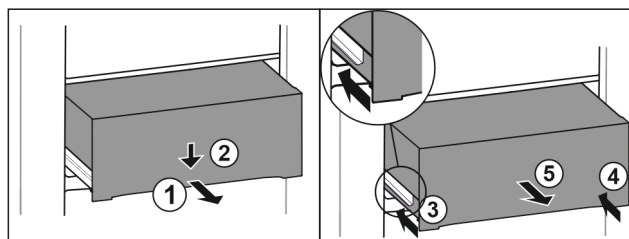

Fig. 121
- Lade er half uittrekken. Fig. 121 (1)
- Schuiflade aan de voorzijde omlaag drukken. Fig. 121 (2)
- Linker rail ca. 2 cm inschuiven. Fig. 121 (3)
- Rechter rail ca. 2 cm inschuiven. Fig. 121 (4)
- Lade naar voren toe verwijderen. Fig. 121 (5)